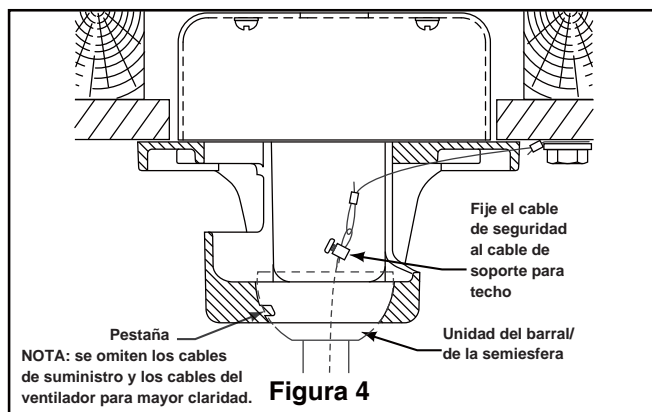

Figura 4
4. Retire el clip de horquilla y pasador de horquilla de la parte inferior de la bola para colgar. Retener el pasador y clip para la reinstalación en el paso 6. (Figura 4)
4. Levante cuidadosamente el ventilador y coloque el ensamble de la bola para colgar/varilla en la abrazadera para colgar que acaba de fijar a la caja de salida. Asegúrese de que la ranura de la bola esté alineada con la lengüeta de la abrazadera para colgar. (Figura. 4)
5. Fije el cable de seguridad al cable de soporte para techo. Deslice la abrazadera de cables por el cable de seguridad (del ventilador). Pase el extremo del cable a través del aro que forma el cable de soporte para techo. Tire lo más posible del cable a través del aro. Inserte el extremo del cable en el orificio de la abrazadera y ajuste firmemente el tornillo. (Figura 4)